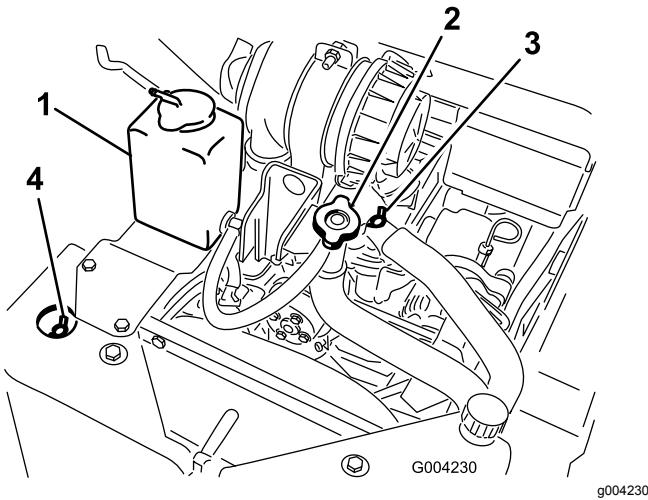

Рисунок 51
A. Снимите крышку заливного отверстия охлаждающей жидкости (Рисунок 51).
- B. Откройте передний и верхний воздуховыпускные клапаны системы охлаждения (Рисунок 51).
тех пор, пока охлаждающая жидкость не начнет выходить из переднего воздуховыпускного клапана системы охлаждения (Рисунок 51).
- D. Закройте передний воздуховыпускной клапан системы охлаждения (Рисунок 51).
E. Заливайте охлаждающую жидкость в горловину заливного отверстия до тех пор, пока охлаждающая жидкость не начнет выходить из верхнего воздуховыпускного клапана системы охлаждения (Рисунок 51).
F. Закройте верхний воздуховыпускной клапан системы охлаждения (Рисунок 51).
G. Заливайте охлаждающую жидкость в горловину заливного отверстия до тех пор, пока охлаждающая жидкость не покажется в отверстии горловины (Рисунок 51).
H. Установите на место крышку заливного отверстия охлаждающей жидкости (Рисунок 51).